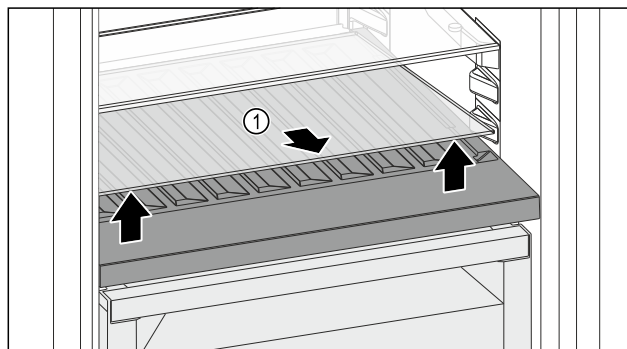

Fig. 96
- ▶ Dvignite stekleno ploščo Fig. 96 [1] pri odprtini spredaj in jo odstranite.
- ▶ Stekljeno ploščo Fig. 96 [1] varno shranite zunaj naprave.